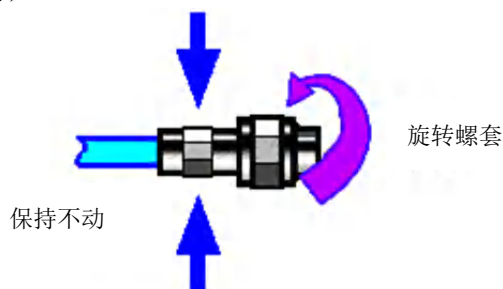

图 3.5 旋转连接器示意图
**步骤 2.** 如图 3.5，将两个连接器平直地移到一起，使它们能平滑接合，旋转连接器的螺套（注意不是旋转连接器本身）直至拧紧，连接过程中连接器间不能有相对的旋转运动；